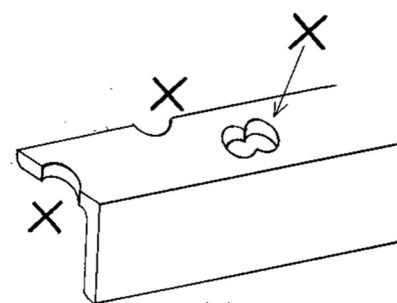

図11
- 1) 材料の縁を半分抜いたり、穴と穴を重ねて抜くことはしないで下さい。無理な力が掛り、本体、替刃の損傷、及び怪我の原因になります。(図11)